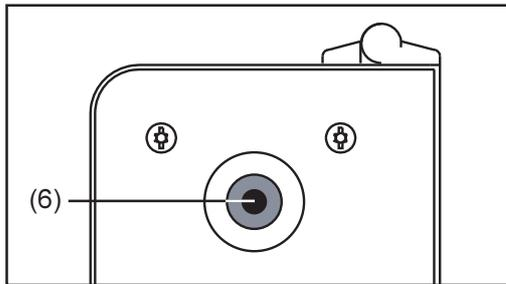
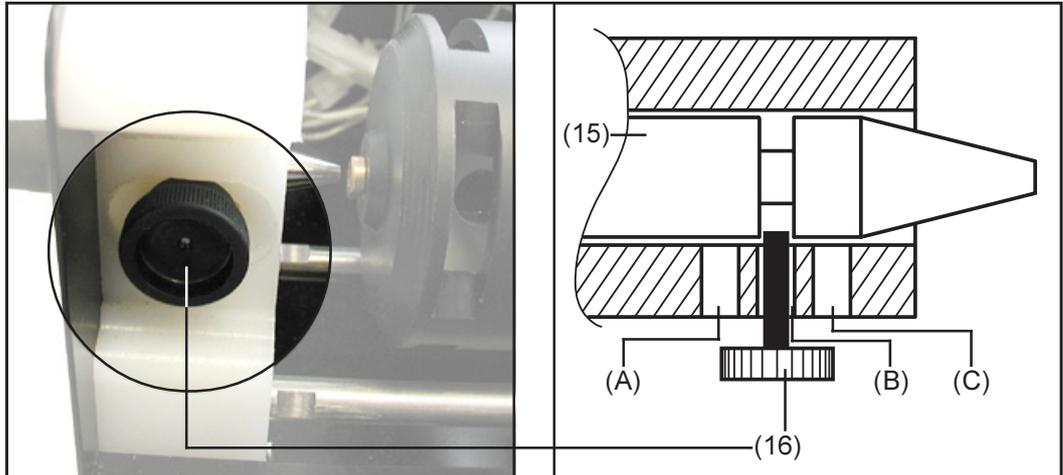

Abb.14 Draht-Förderschlauch einschieben
Abb.15 Draht-Förderschlauch fixieren
- Draht-Förderschlauch (15) - Abb.15 - mit Draht-Führungsdüse voran in die Aufnahme (6) - Abb.14 - einschieben.